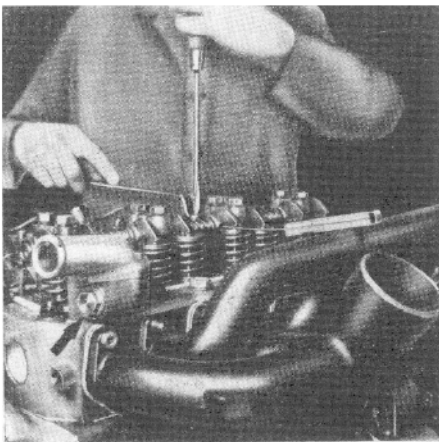

Bild 49. Überprüfen und Einstellen des Ventilspiels
Alle 5000 km ist das Ventilspiel zu überprüfen und eventuell nachzustellen (Bild 49). Bei der Kontrolle des Ventilspiels ist darauf zu achten, dass die Schmierölaufzuführung zu den Kipphebeln noch vorhanden ist. Sämtliche Teile innerhalb des Kipphebelgehäuses müssen ölbenezt sein.
4. Stimmt das Ventilspiel nicht, so ist mit der Einstellschraube am hinteren Ende des Kipphebels nachzustellen. Zu beachten ist, dass bei der Überprüfung des Ventilspiels die Einstellschraube immer zu kontern ist (Bild 49).